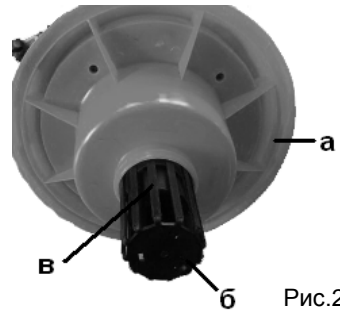

Рис.2
6. Установите фильтр в соответствии с требуемым режимом работы. Фильтры устанавливаются на корпус фильтра (б; рис.2), расположенный в нижней части секции электродвигателя (а, рис.2).
8. Удостоверьтесь, что поплавковый предохранительный клапан (в, рис.2) свободно перемещается внутри корпуса фильтра (б, рис.2).
9. Проверьте, что поплавковый предохранительный клапан (в; рис.2) находится в нижней части корпуса фильтра (б; рис.2).